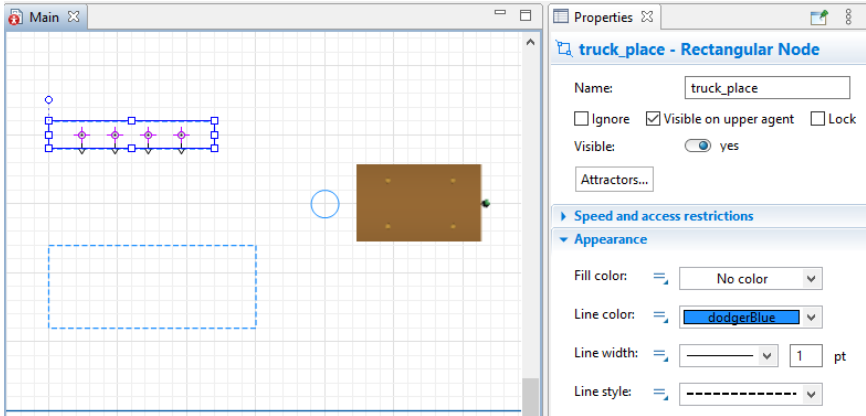

Рисунок 2.23 – Розмітка області розташування автомобілів, що обслуговуються навантажувачами
- Використовуючи панель *Space markup* (розмітка простору) панелі *Pallette* малюємо прямокутний вузол і називаємо цю область *truck_place* (виділений прямокутник на рис.2.23).